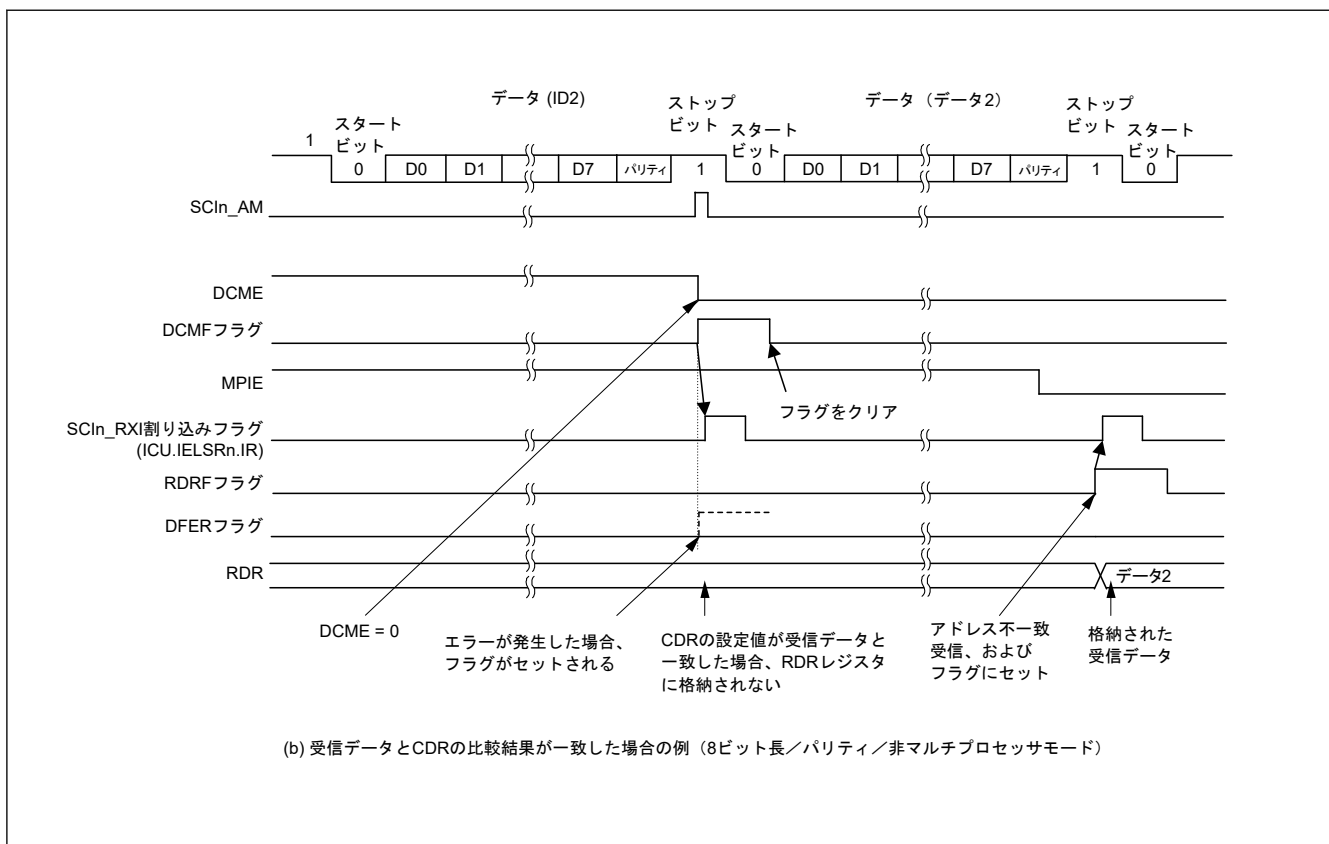
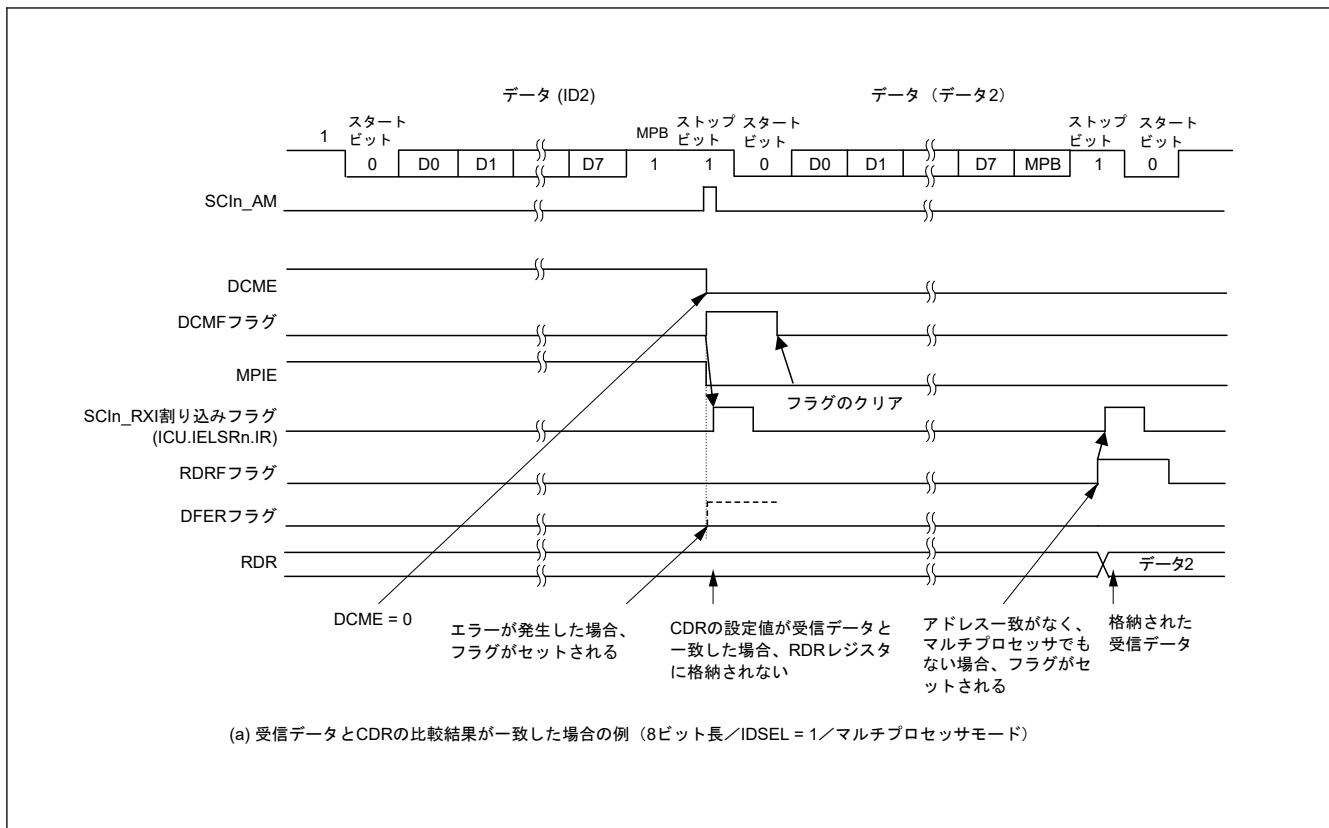

図 24.5 アドレス一致検出の例 (1) (通常モード)
図 24.6 アドレス一致検出の例 (2) (マルチプロセッサモード)
アドレス一致検出機能の例を図 24.5 および図 24.6 に示します。
6. SCIn_AM 割り込み処理ルーチン内でフレーミングエラーまたはパリティエラーを検出した場合 (DCCR.DFER フラグか DCCR.DPER フラグが 1 の場合)、アドレス一致検出機能を再度有効にするため、DCCR.DFER フラグと DCCR.DPER フラグを 0 にして、DCCR.DCME ビットを 1 にします。フレーミングエラーもパリティエラーも検出されなかった場合 (DCCR.DFER フラグも DCCR.DPER フラグもどちらも 0 の場合)、DCCR.DCMF フラグを 0 にしてください。図 24.5 を参照してください。